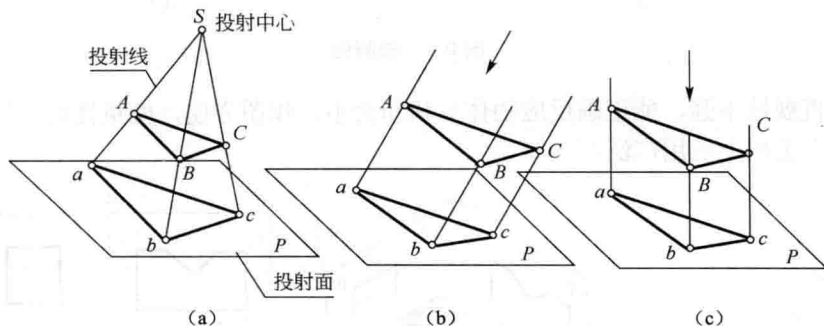

图 0-2 投影法
投射线汇交一点的投影法[图 0-2(a)]，空间三角形 ABC 的投影 abc 的大小随投射中心 S 距离 ABC 的远近或者 ABC 距离投影面 P 的远近而变化，所以它不适用于绘制机械图样。
- (1) 斜投影法——投影线与投影面倾斜,如图 0-2 (b) 所示。
- (2) 正投影法——投影线与投影面垂直,如图 0-2 (c) 所示。